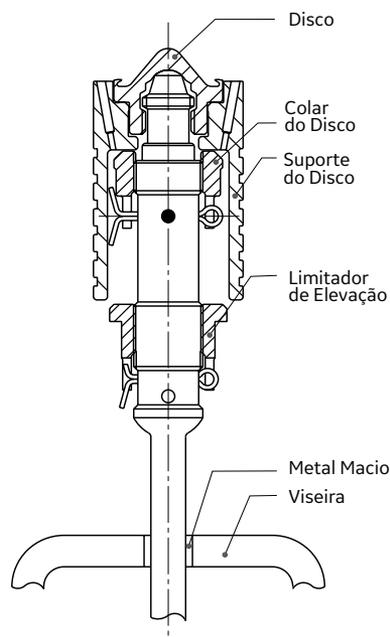

Figura 13: Morsa do Fuso
11. Para remover o disco e o suporte do disco do fuso, insira primeiro o fuso numa morsa (consulte Figura 13), tendo cuidado para não danificar a extremidade roscada do fuso. Depois, eleve o suporte do disco e gire o